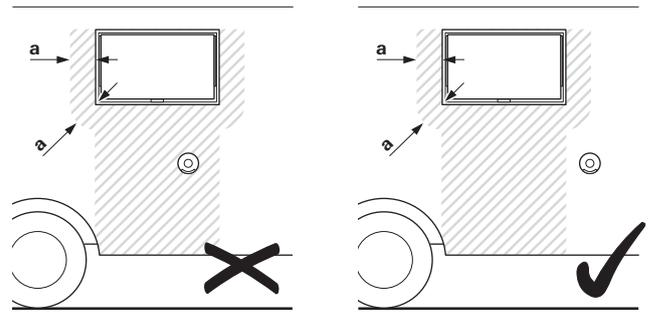

Abb. 4
Der Wandkamin ist so anzubringen, dass sich innerhalb von 500 mm (R) kein Tankstutzen oder keine Tankentlüftungsöffnung befindet (Abb. 3). Außerdem darf sich innerhalb von 300 mm keine Entlüftungsöffnung für den Wohnbereich oder eine Fensteröffnung befinden (Abb. 4).